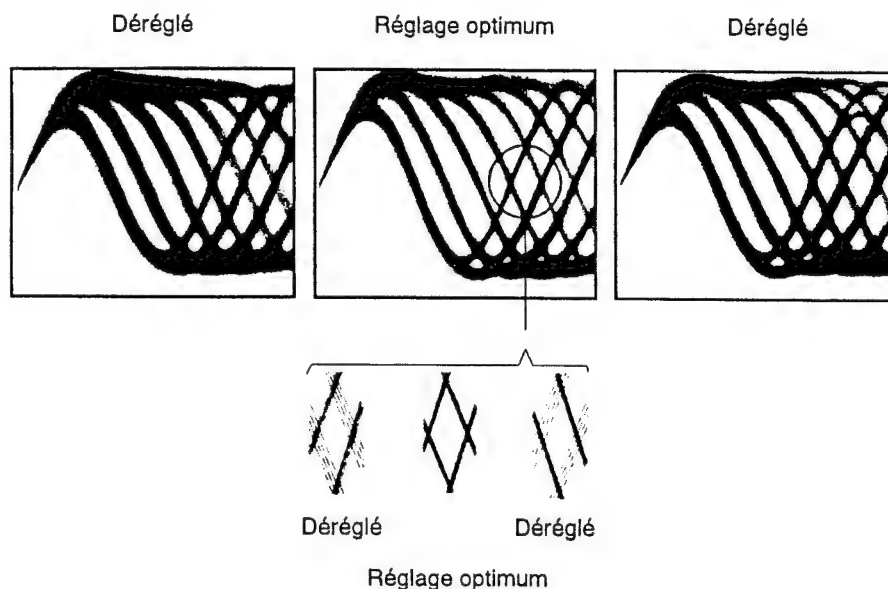

Figure 5 Motif en oeil
3. Ensuite, ajuster la vis d'inclinaison tangentielle six pans droite (L-forme, dimension: 1,5 mm), de façon que le motif en oeil (c'est-à-dire, le diamant au centre du signal RF) soit le plus clairement visible (Figure 5).